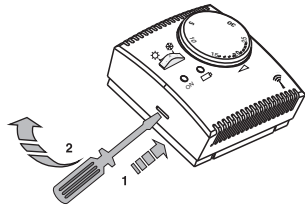

Fig. 6
- Retirer la calotte du thermostat comme indiqué fig. 6.